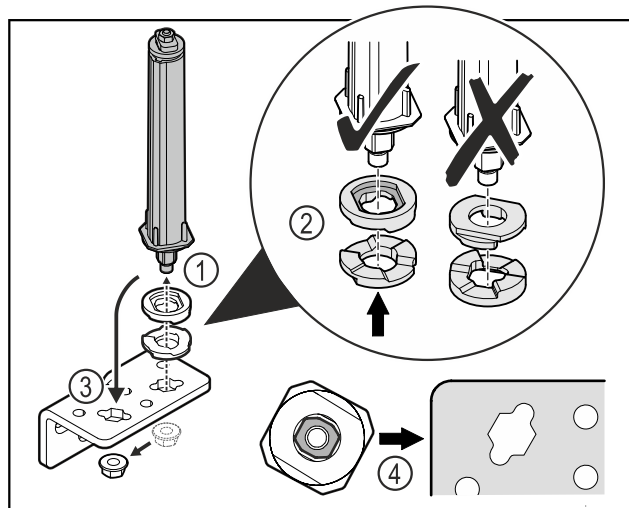

Fig. 39
- ▶ Desserrer l'écrou et retirer le système de fermeture de porte Fig. 39 (1).
- ▶ Veiller à ce que les rondelles de réglage de la hauteur soient correctement orientées Fig. 39 (2).
- ▶ Mettre le système de fermeture de la porte dans l'autre trou de l'équerre de charnière et le fixer avec l'écrou Fig. 39 (3).
- ▶ Lors de la mise en place, veiller à bien orienter le système de fermeture de porte Fig. 39 (4).